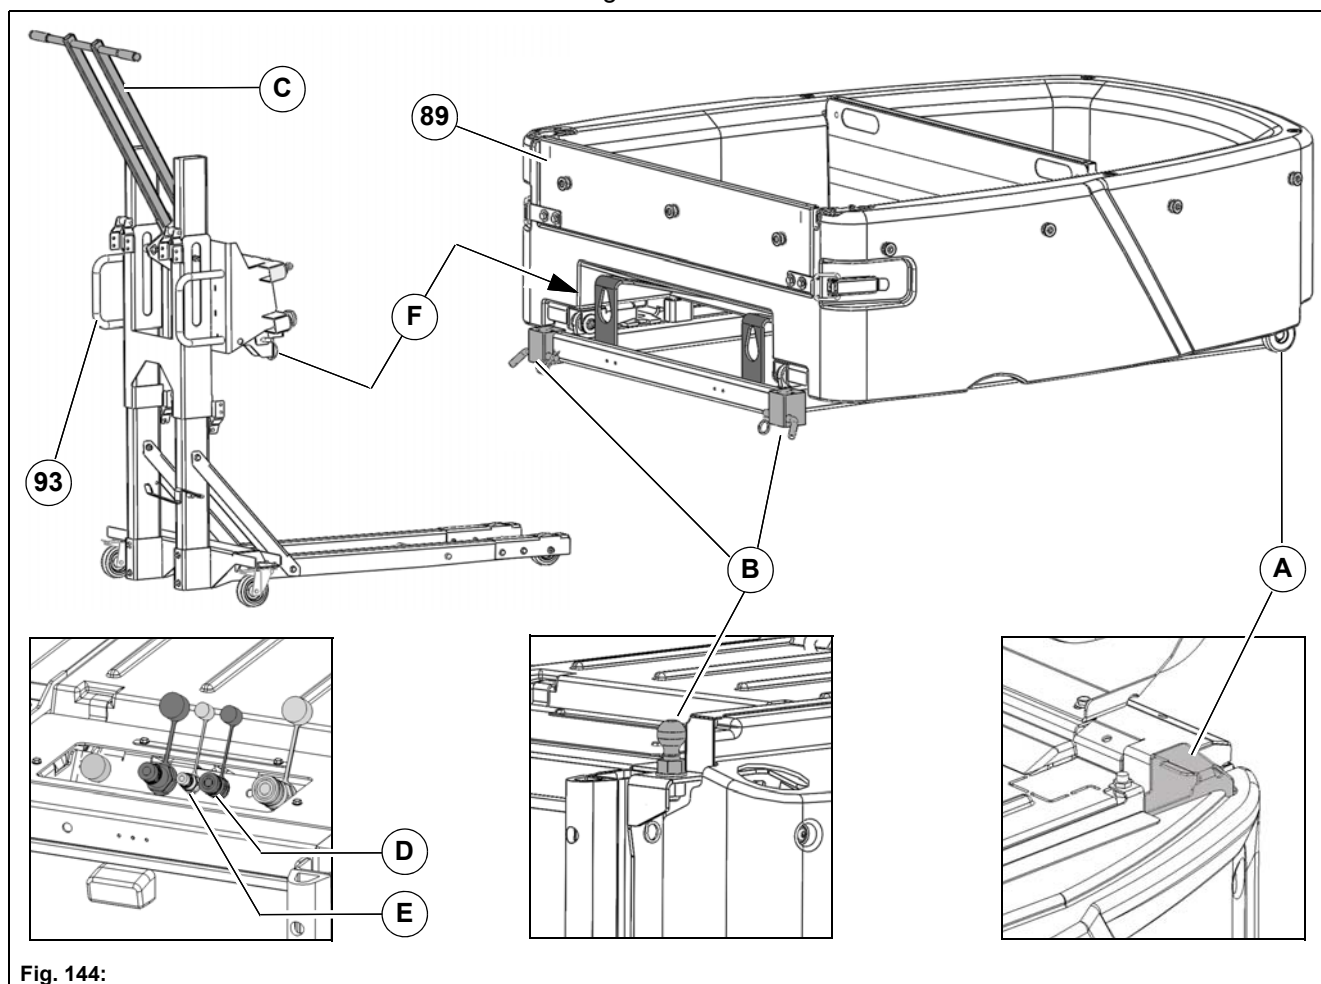

Fig. 144:
2. Engager la plate-forme de chargement dans les éléments de retenue inférieurs **Fig. 144-F** du chariot.
3. Aligner la plate-forme de chargement **Fig. 144-89** avec le chariot **Fig. 144-93** sur l'arrière-train et faire glisser les roues dans les poches **Fig. 144-A**.
4. Les éléments de retenue **Fig. 144-A** de la plate-forme de chargement et ceux **Fig. 144-B** de l'arrière-train doivent être alignés.
5. Lever prudemment le levier **Fig. 144-C** du chariot et abaisser lentement la plate-forme de chargement.
- Levage/descente plate-forme de chargement, arrivée = **Fig. 144-D**
- Levage/descente plate-forme de chargement, retour = **Fig. 144-E**